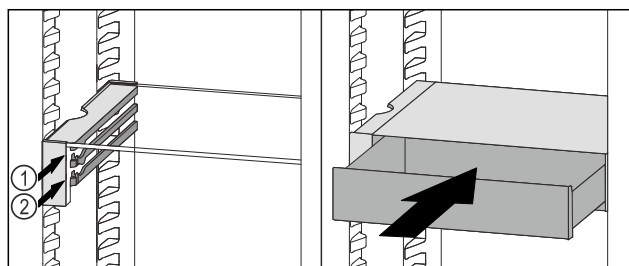

Fig. 95
- ▶ A VarioSafe-fiókot az ütközők mögött helyezze a kívánt bordára a Fig. 95 (1) vagy Fig. 95 (2) szerint.